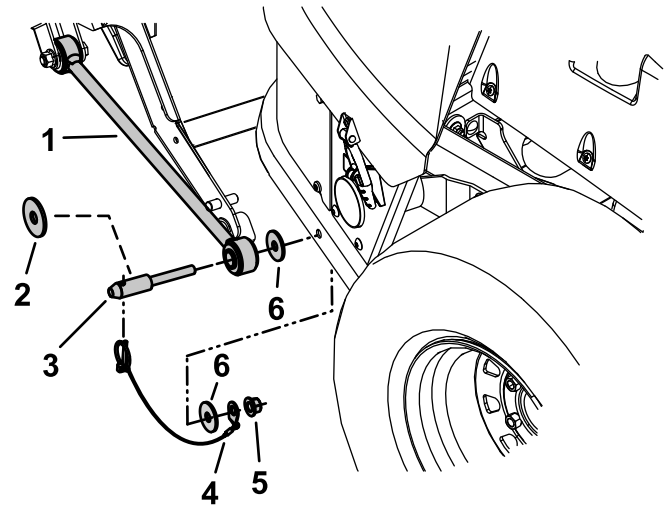

Figura 15
4. Sujete una varilla de sujeción a cada lado del bastidor trasero con 2 pasadores, 2 arandelas planas, 4 arandelas de empuje, 2 cables y 2 contratuercas (½"), como se muestra en la Figura 15.